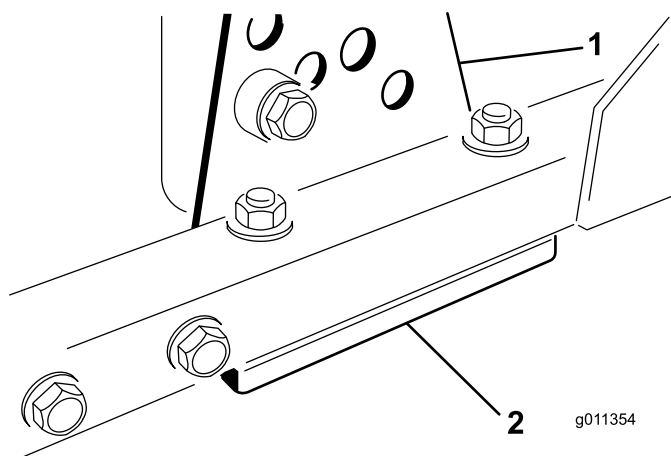

Figura 73
- Retire el soporte de altura de corte (delantero, izquierdo o derecho) del bastidor de la carcasa (Figura 73).
- Coloque suplementos de 1,5 mm y/o 0,7 mm entre el bastidor de la carcasa y el soporte hasta lograr el ajuste de altura deseado (Figura 73).